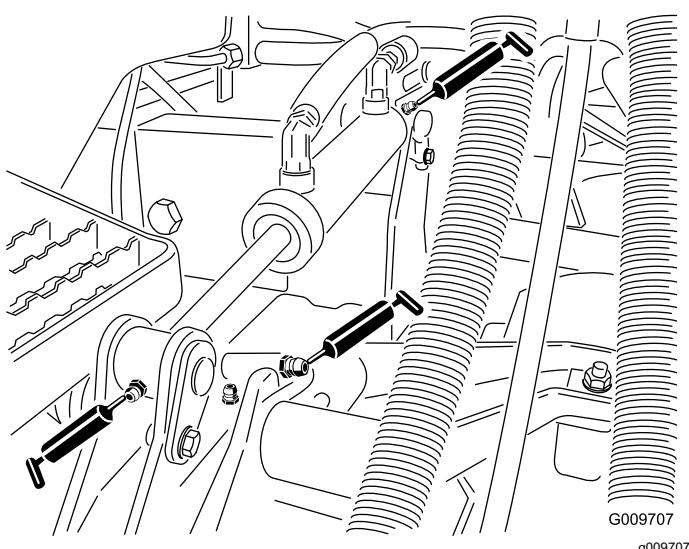

Bild 46
- Hubzylinder-Büchsen (2 pro Mähwerk), wie in Bild 46 abgebildet